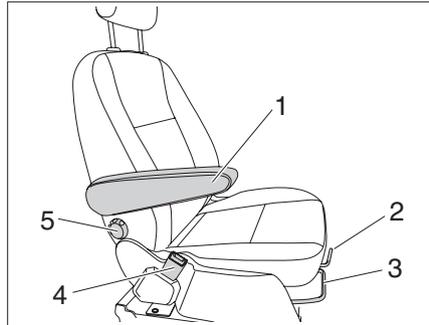

Fig. 14 Sedile del conducente e sedile del passeggero
- ▶ Sollevare il bracciolo (Fig. 14,1).
- ▶ Tirare la staffa (Fig. 14,3) e spingere in avanti il sedile del conducente/passeggero.
- ▶ Tirare la leva di sbloccaggio (Fig. 14,2) e ruotare il sedile.
- ▶ Tirare la staffa (Fig. 14,3).
- ▶ Ruotare la manopola di regolazione (Fig. 14,5) dell'inclinazione dello schienale.